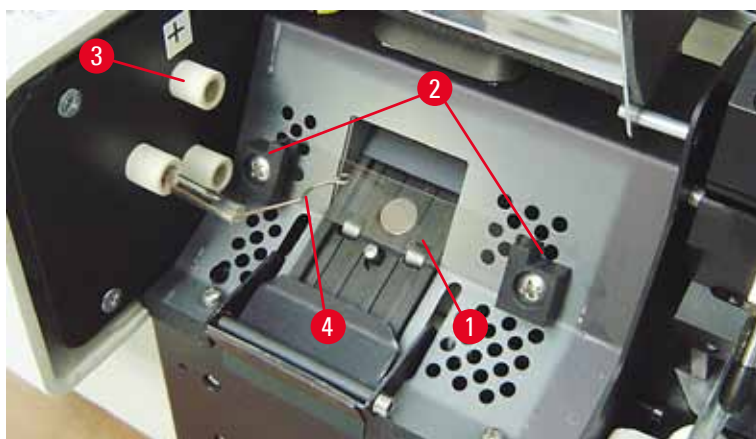

Fig. 17
5. Verifique que se retire el muelle de contacto (→ "Fig. 16-2") del cable de preparación (→ "Fig. 17-4") de la lámpara (véase también (→ "Fig. 17") y (→ "Fig. 18-1")).